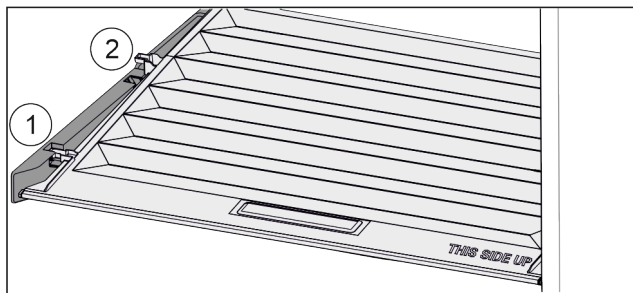

Fig. 95
- ▶ Pokrywę pociągnąć do przodu Fig. 95 (1), aż otworzy się w elementach trzymających.
- ▶ Podnieść tył od dołu i w wyjąć Fig. 95 (2) go do góry.